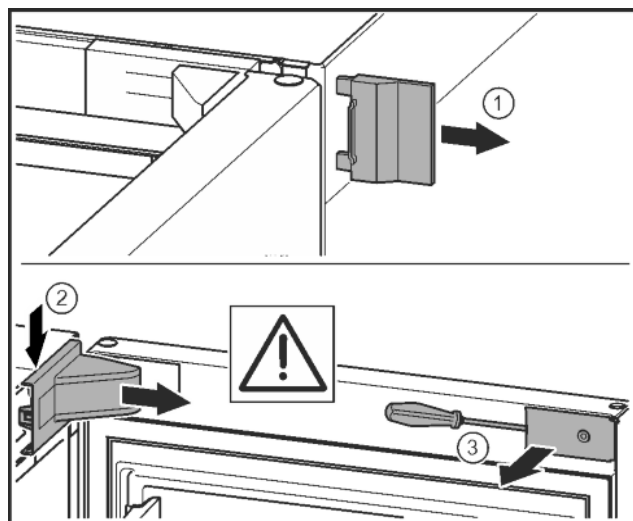

Fig. 10
- ▶ Zdjąć zewnętrzną osłonę. Fig. 10 (1)
- ▶ Wyczepić i poluzować osłonę płytki zawiasu. Zdjąć osłonę płytki zawiasu. Fig. 10 (2)
- ▶ Przy pomocy śrubokręta wyczepić zaślepkę i odchylić w bok. Fig. 10 (3)